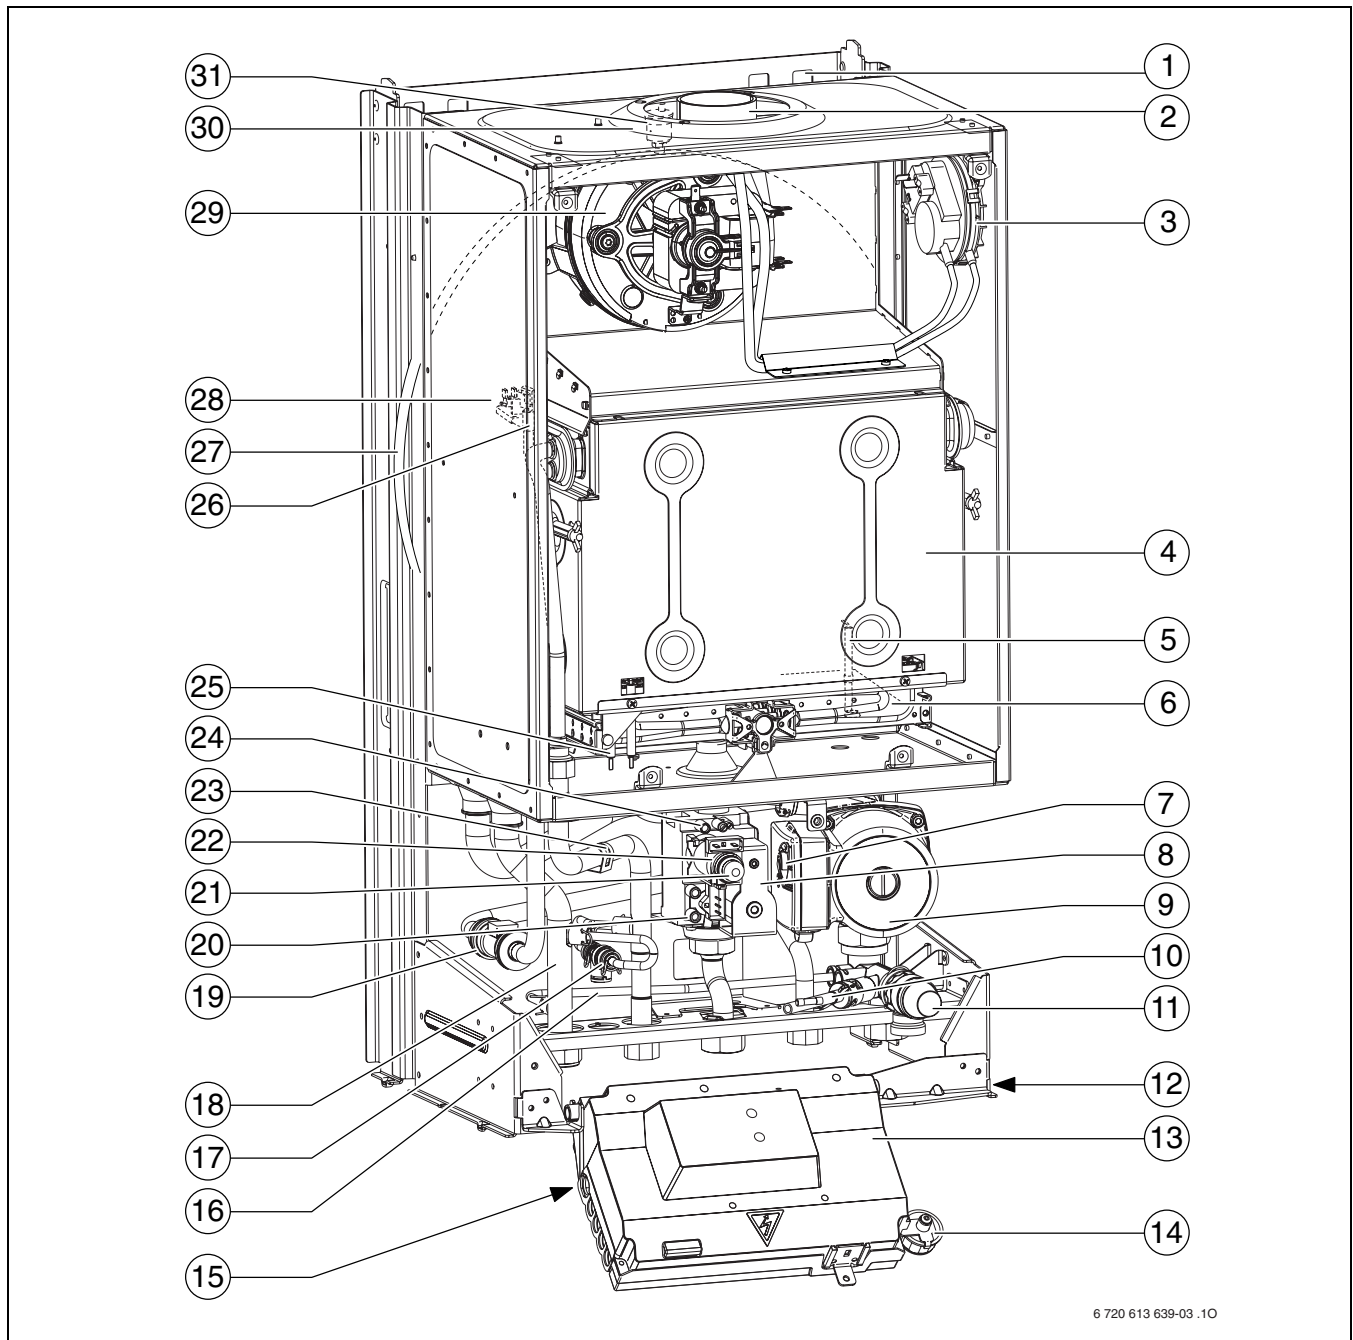

Fig. 3
Plăcuța de identificare (12) se află în partea dreaptă jos la traversă (→ fig. 3).